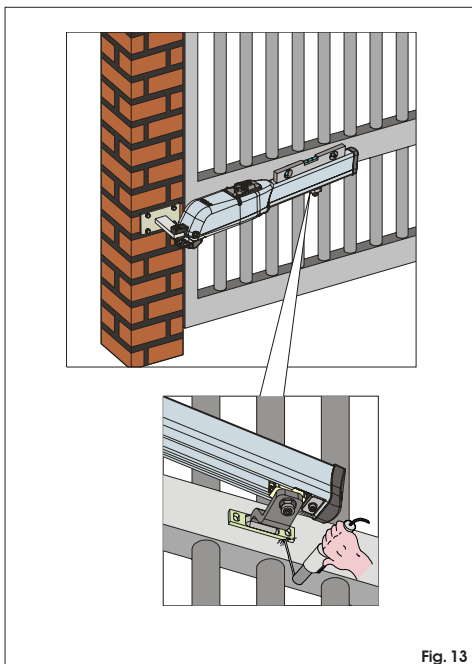

Fig. 13
6) Fermer le vantail et, en maintenant l'opérateur parfaitement horizontal, déterminer le point de fixation de la patte antérieure (Fig.13).
7) Fixer provisoirement la patte antérieure avec deux points de soudure (Fig.13).